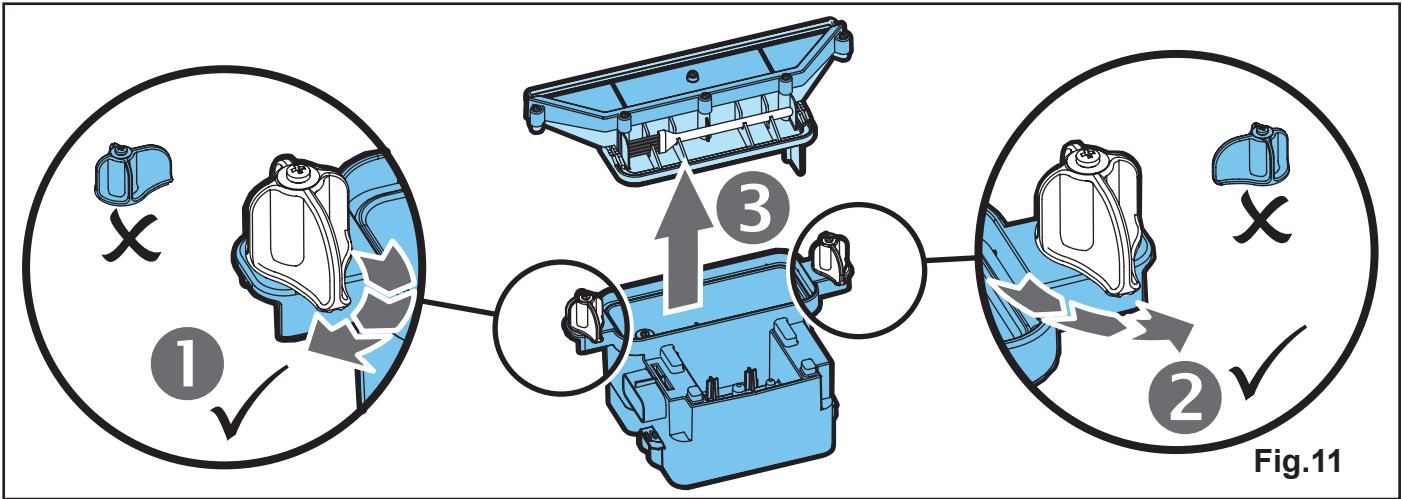

Fig.11
7. Suelte las dos lengüetas superiores de bloqueo del sumidero girándolas 90° y luego levante la tapa del sumidero. (Vea la Fig. 11)